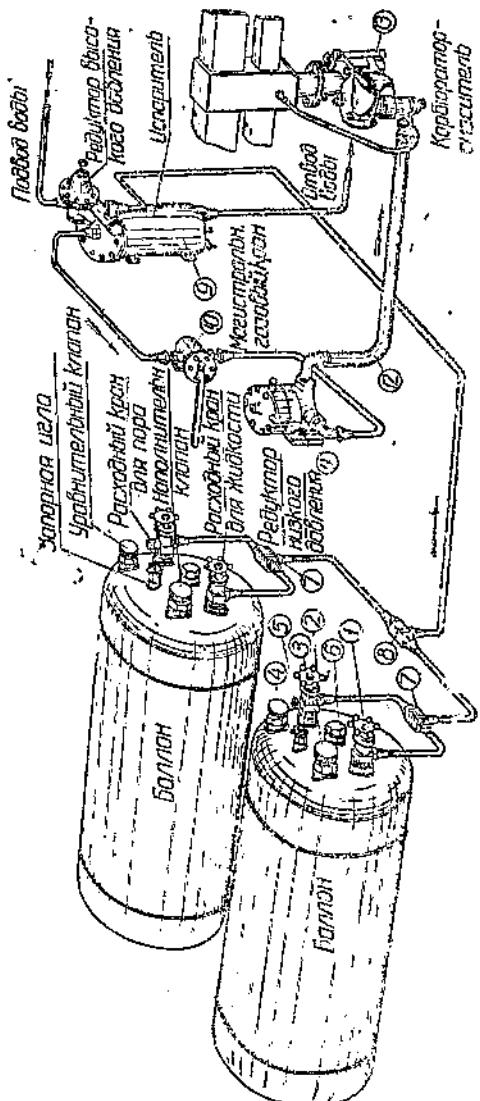
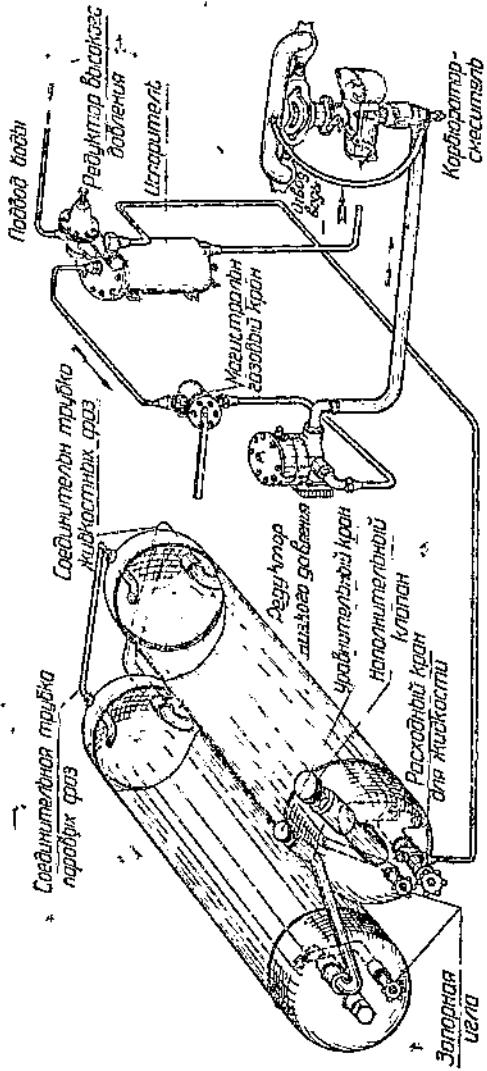
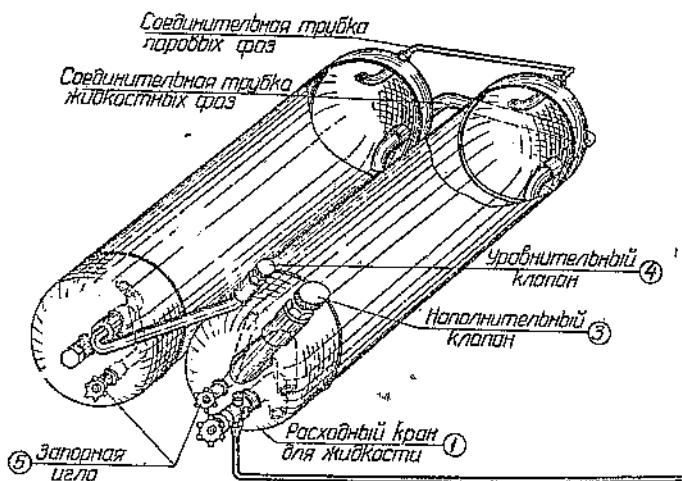

Рис. 2. Принципиальная схема оборудования автомобиля ГАЗ-АА и ЗИЛ-5
Рис. 3. Принципиальная схема оборудования автомобиля М-1 для питания сжиженным газом
Рис. 5. Баллоны автомобиля М-1.
нижеуказанных схем (рис. 2, 3) усматривается, что при питании автомобиля сжиженным газом топливо поступает в двигатель под действием избыточного давления в баллоне.
На рис. 2 показана принципиальная схема питания двигателя сжиженным газом для автомобилей ГАЗ-АА и ЗИС-5, а на рис. 3 — та же схема для М-1.
Трубки, идущие от расходных кранов (парового и жидкостного), соединяются непосредственно у каждого баллона тройником (7). Эти тройники связаны между собой и присоединены к трубке, идущей к редуктору-испарителю (9), тройником (8) (рис. 2).
На рис. 5 схематически показаны баллоны М-1 со всей установленной на них арматурой, причем элементы арматуры указаны теми же цифровыми обозначениями, как на рис. 2 и 4. Расходный кран ввернут во втулку, заканчивающуюся внутри баллона трубкой, загнутой книзу и доходящей почти до дна баллона. Поэтому, если кран открыт, а в баллоне имеется хотя немногого сжиженного газа в жидком состоянии, через кран в топливную магистраль выходит жидкость из обоих баллонов, так как оба баллона связаны в верхней и нижней части как сообщающиеся сосуды.
Редуктор-испаритель (9) (рис. 2) является комбинированным прибором, объединяющим в один агрегат редуктор (автоматический регулятор) высокого давления, испаритель и 2 фильтра. Назначение прибора — преобразование подводимой к редуктору-испарителю жидкости с давлением, колеблющимся от 1,2 до 16 атм. абс. (в зависимости от температуры и состава газа), в газ, тщательно очищенный от механических примесей и растворенных масел и смол, и с давлением, колеблющимся лишь в пределах от 1,2 атм. абс. до 1,8 атм. абс. при указанных выше изменениях давления подводимой жидкости и при всех возможных изменениях ее расхода.